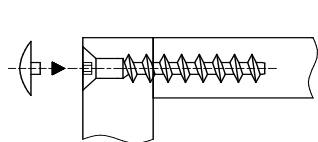
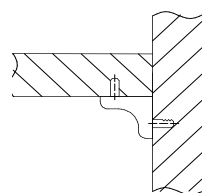

Рис.2
Рис.3
Закрепить ответные планки петель поз.085 по разметке к стенкам вертикал. поз.1,7 при помощи шурупов 4x16 поз.004. Соединить евровинтами поз.008 (рис.2) стенки поз.6,7,8,2,3 по схеме сборки. Эксцентриками поз.011,012 (рис.1) прикрепить стенки гориз. поз.4 к стенкам поз.2,3, затем эксцентриками закрепить к стенкам поз.4 стенки вертикал. поз.1. Стенки задние поз.11 закрепить к стенкам поз.1,2,4 и 1,3,4 шурупами 3x16. Навесные пластины поз.087 (рис.4) закрепить по углам высоких боковых секций (стенки поз.1,2,4 и 1,3,4) шурупами 4x16 (по 3 шт на навес). Полки поз.5 установить на полкодержатели поз.083 (рис.3). Закрепить на двери поз.9,10 (пакет 1/2) петли поз.085 шурупами 4x16 (рис.5 и схема установки фасадов). Навесить и отрегулировать дверь (рис.5). Закрепить ручки поз.036 (037) шурупами 5x30 поз.007 предварительно досверлив нужные отверстия D5, оставшиеся отверстия закрыть заглушками поз.017 (для сборки ручки для фасадов Акварель и Фанк сморти рис.6). В местах соприкосновения двери с панелями каркаса наклеить амортизаторы поз.035. Закрывать головки евровинтов и эксцентриков заглушками поз.016,029. Повесить полку на стену. Шурупы и дюбеля для крепления к стене в комплект не входят и приобретаются отдельно в зависимости от типа стен.